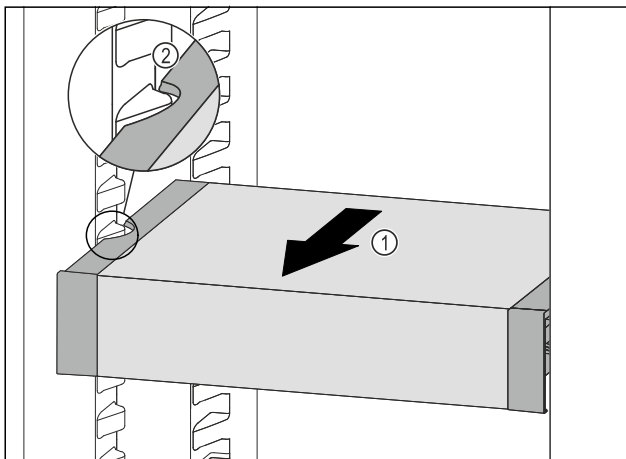

Fig. 65
- ▶ VarioSafe ťahajte dopredu Fig. 65 (1), kým sa bočné vybrania VarioSafe nebudú nachádzať vo výške rebra nádoby v chladničke. Fig. 65 (2)